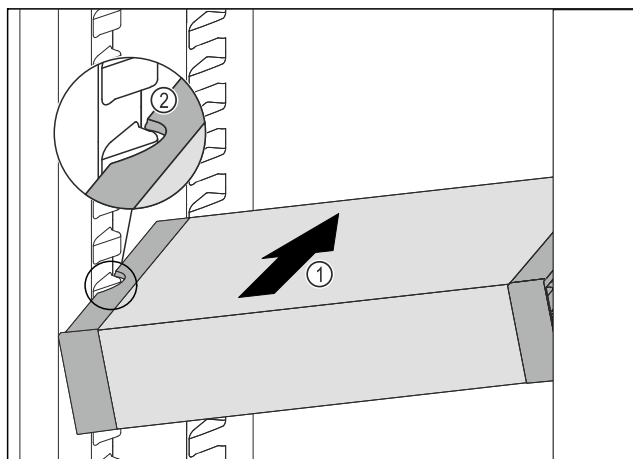

Fig. 117
- ▶ Zasuňte VarioSafe do chladničky pod úhlem tak Fig. 117 (1), aby vybrání na bocích Fig. 117 (2) VarioSafe byla na úrovni žebrování na nádoby v chladničce.